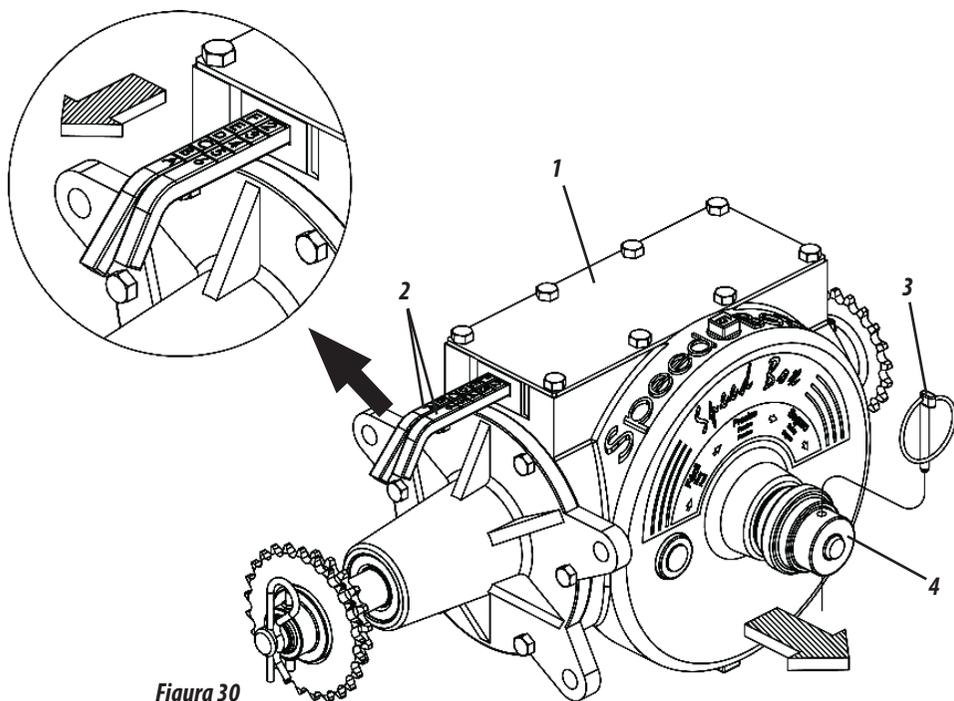

Figura 30
SPEED BOX (FIGURA 30)
- 1- Selecione a quantidade desejada nas tabelas e verifique a combinação correspondente nas alavancas (2). **Exemplo:** Posição **F2** na tabela, indica que a alavanca com letras deve estar na posição "**F**" e a alavanca com números deve estar na posição "**2**", conforme mostra a figura 30.